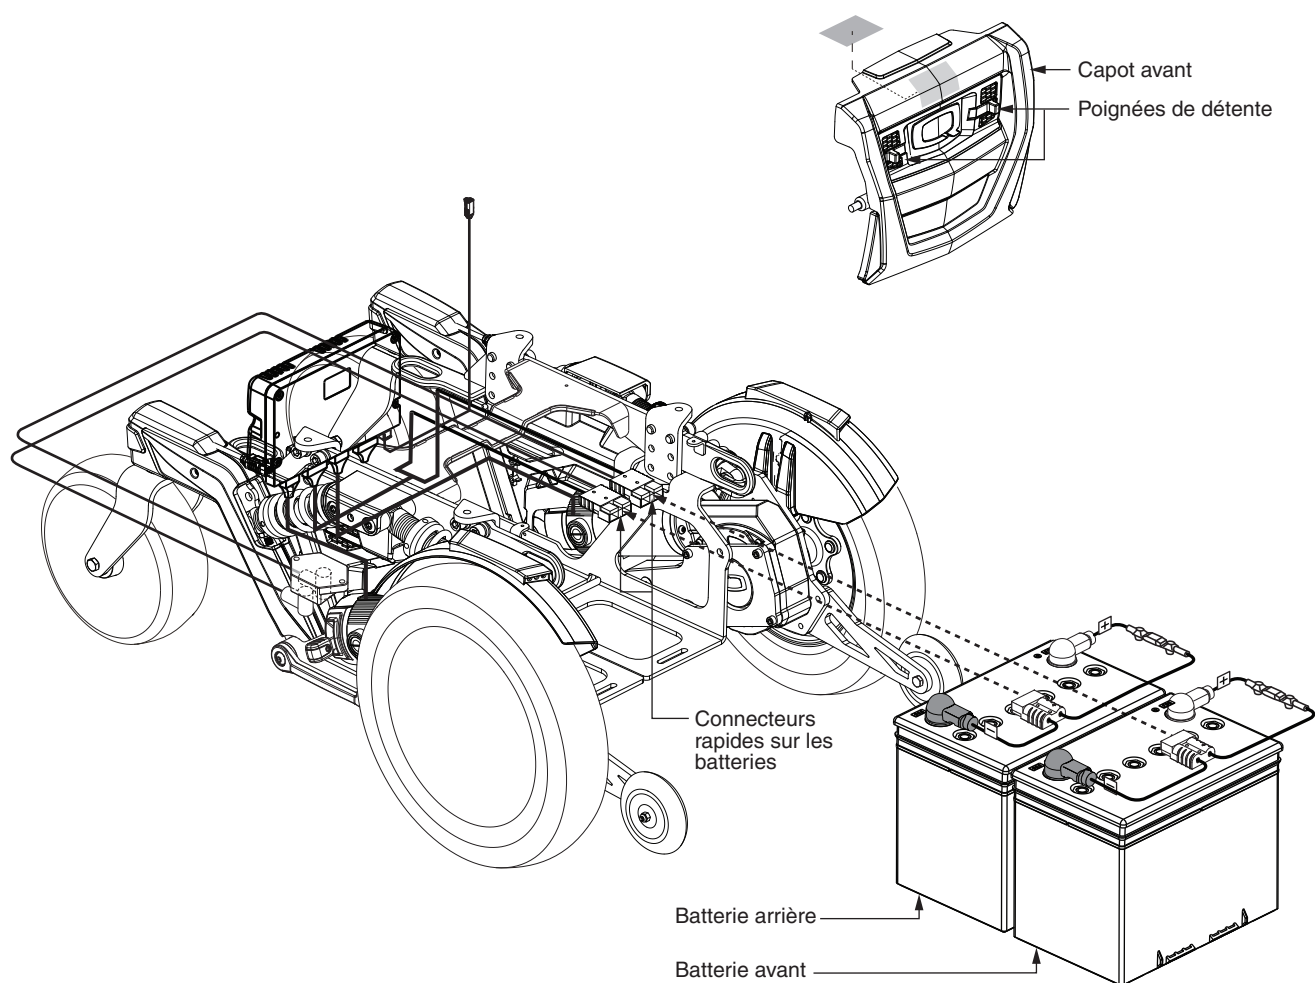

Figure 17. Installation des batteries
3. Retirez le capot avant en comprimant les poignées de détente (**voir la figure 17**) et en soulevant le capot avant vers le haut et hors de la base motorisée.
4. Débranchez les connecteurs rapides sur les batteries. **Voir la figure 17.**
7. Installez le fil sur la batterie avant selon le diagramme de branchement. **Voir la figure 17.**
8. Installez le fil sur la batterie arrière selon le diagramme de branchement. **Voir la figure 17.**